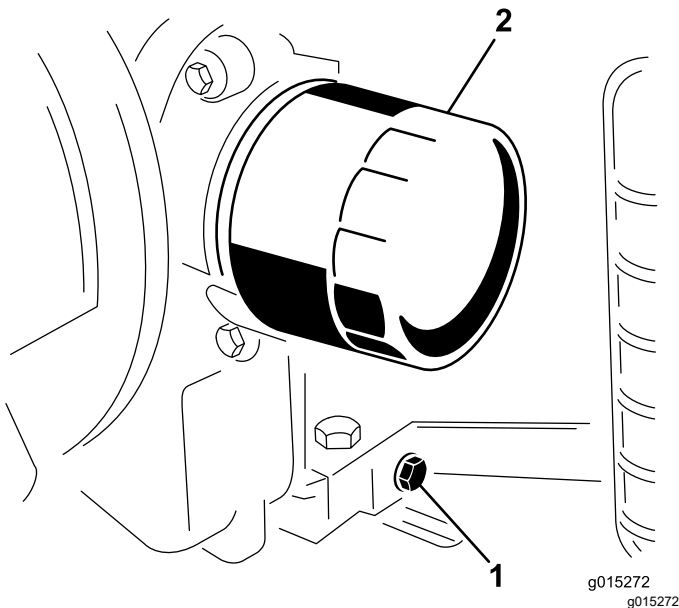

Figura 15
4. Coloque un recipiente debajo del orificio de drenaje de aceite. Retire el tapón de vaciado de aceite para que se vacíe el aceite (Figura 15).